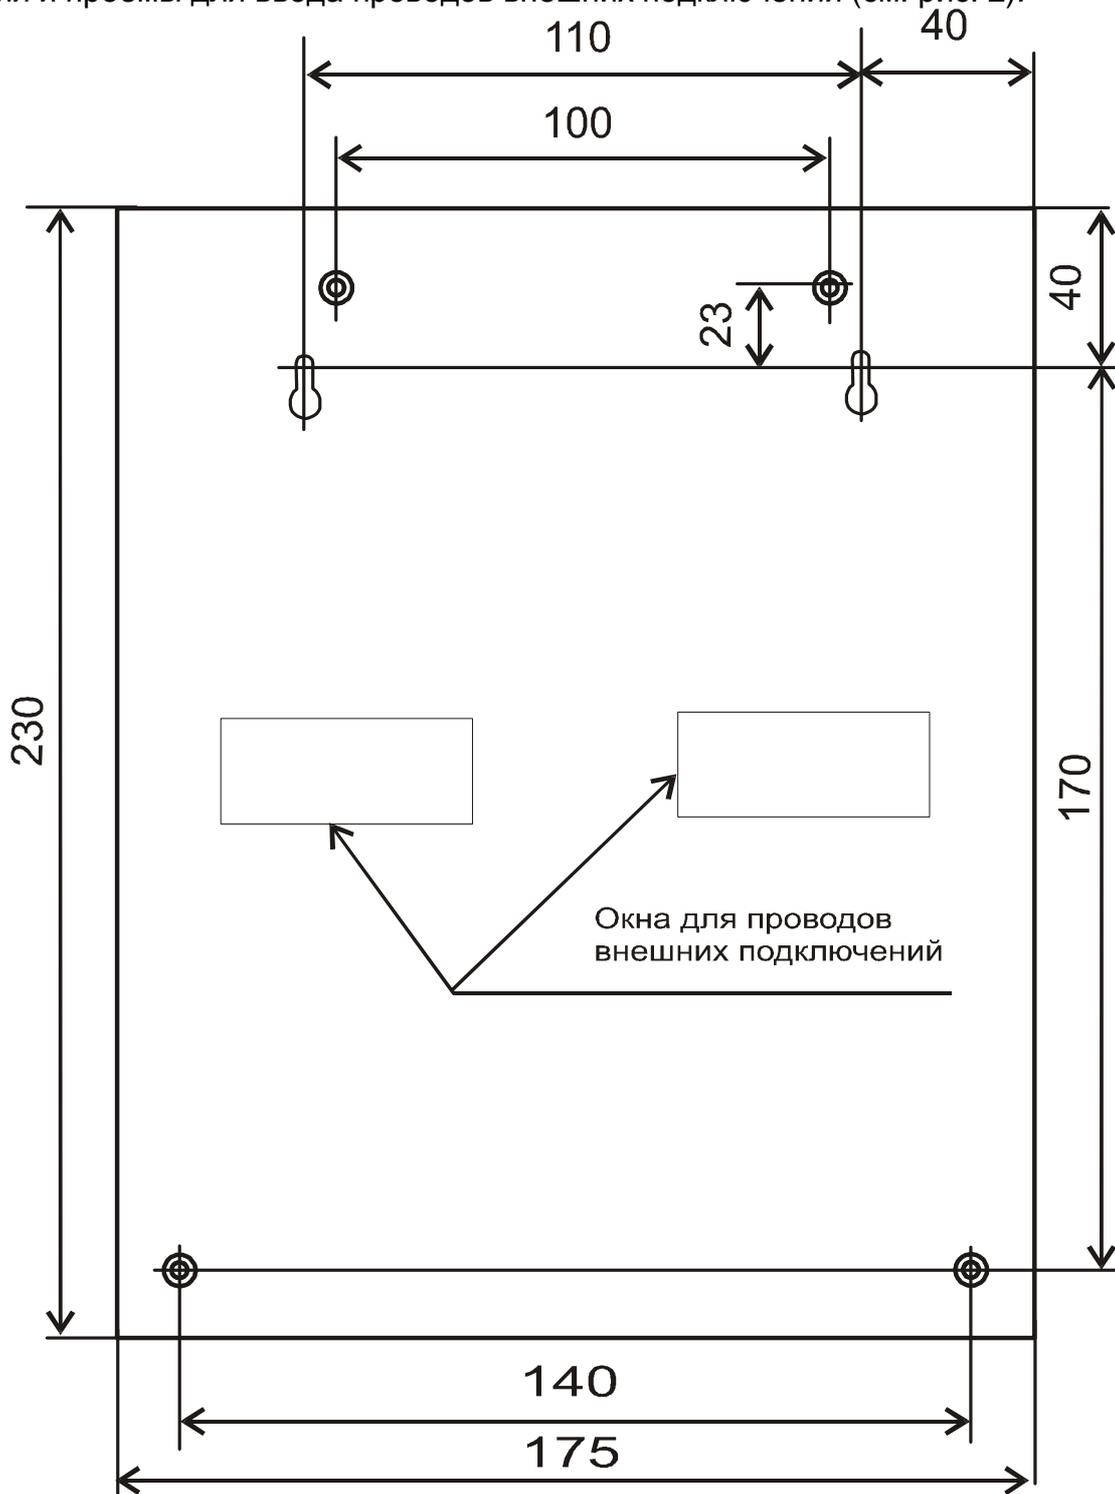

Рисунок 2. Установочные размеры ГК РИО.
Для обеспечения монтажа на основании ГК РИО предусмотрены крепёжные отверстия и проёмы для ввода проводов внешних подключений (см. рис. 2).
- 2) Завернуть в стену два шурупа по установочным размерам рис. 2;